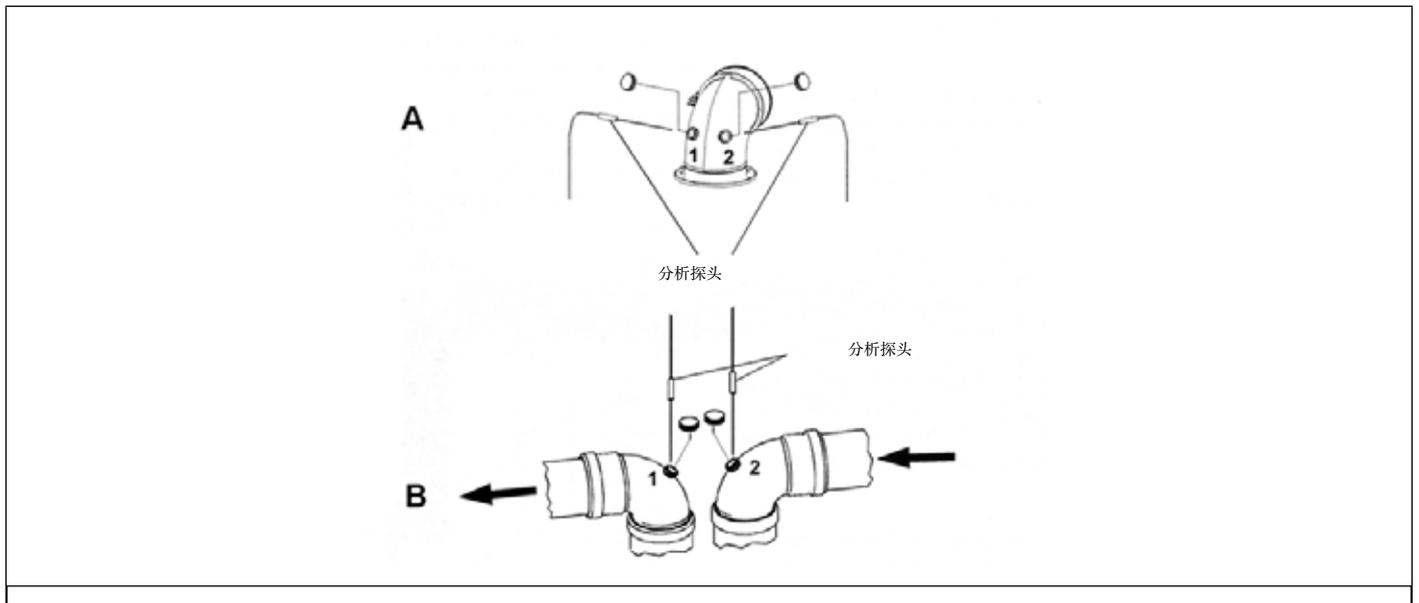

图 14 烟雾检测点范例
- 通过对应孔洞1测量进气温度（参见 照图 (A) 图 14 烟雾检测点范例，对于安装了预置孔洞管道的密封式壁挂炉）。
- 通过对应孔洞2测量烟雾温度和二氧化碳值（参见 照图 (A) 图 14 烟雾检测点范例，对于安装了预置孔洞管道的密封式壁挂炉）。
- 通过对应孔洞2测量进气温度（参见 照图 (B) 图 14 烟雾检测点范例，对于安装了预置孔洞管道的密封腔）。
- 通过对应孔洞1测量烟雾温度和二氧化碳值（参见 照图 (B) 图 14 烟雾检测点范例，对于安装了预置孔洞管道的密封式壁挂炉）。